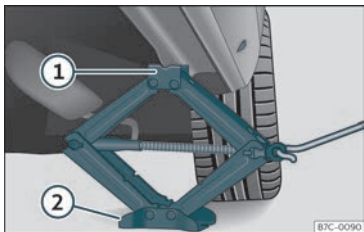

Fig. 43 Longherone: posizionamento del cric del veicolo.
- Ruotare la manovella del cric*, posto sotto il punto di appoggio del longherone, per alzarlo finché la linguetta **①** >>> **fig. 43** non avrà raggiunto l'alloggiamento previsto.
- Allineare il cric* in modo tale che la linguetta **①** "si agganci" nell'apposito alloggiamento del longherone e la piastra di base mobile **②** resti appoggiata al suolo. La piastra di base **②** deve cadere sul lato verticale rispetto al punto di appoggio **①**.